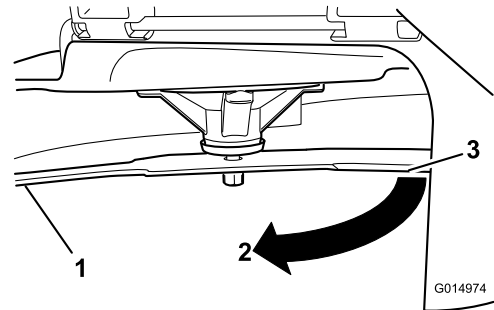

**Figure 56**
2. Enfilez des gants épais ou utilisez une autre protection adéquate pour les mains, et faites tourner la lame lentement jusqu'à une position permettant de mesurer correctement la distance entre le tranchant et la surface plane sur laquelle se trouve la machine (Figure 56).